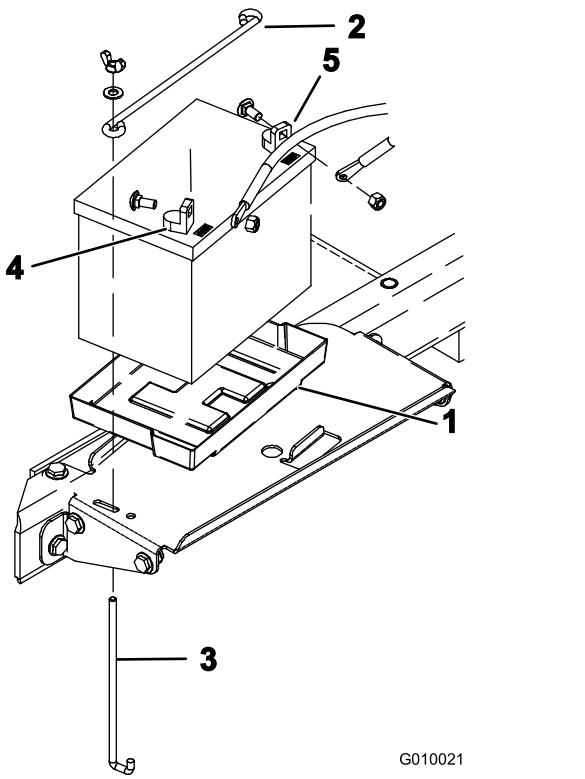

Рисунок 14
- Установите аккумулятор в поддон в аккумуляторном отсеке (Рисунок 14). Расположите аккумулятор так, чтобы клеммы были направлены наружу.